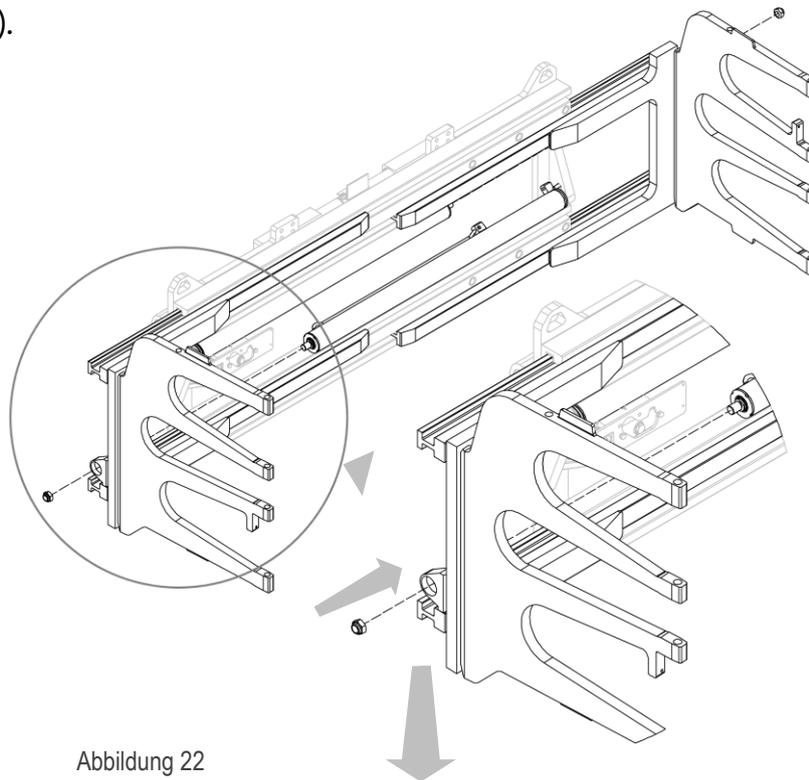
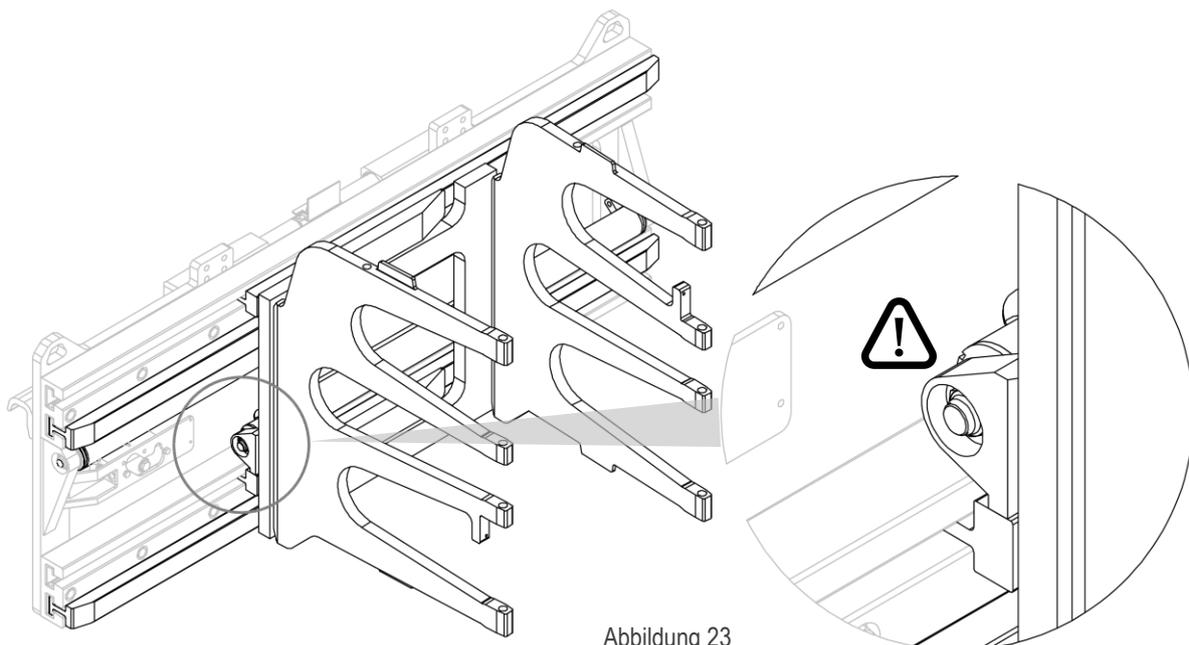

Abbildung 22
Abbildung 23
2. Schieben Sie die Gabelzinken, eine nach der anderen, in ihre Aufnahmen und ziehen Sie die Muttern, mit denen sie an den Zylindern befestigt sind, an (siehe *Abbildung 22* und *Abbildung 23*).